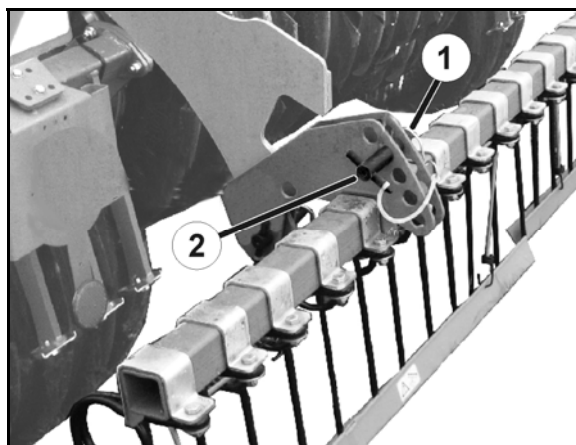

Fig. 47
2. Løsne splinten (Fig. 47/1).
3. Sett innstillingsbolten (Fig. 47/2) i ønsket posisjon.